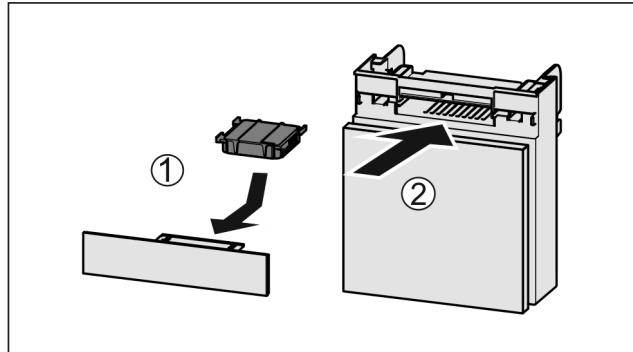

Fig. 156
- Установите фильтр с активированным углем, как показано на рисунке Fig. 156 (1).
- Вставьте отделение Fig. 156 (2).